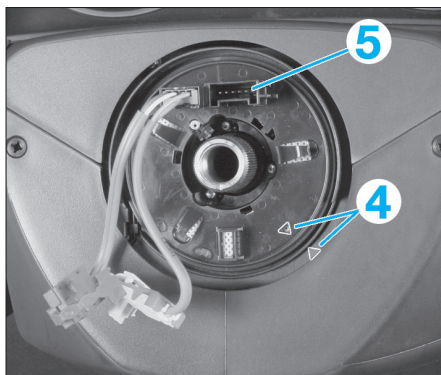

FIG. 4
- veiller à ce que les 2 repères (4) du contacteur tournant (5) soient toujours alignés (fig. 4).
- l'alignement des repères du boîtier de commande "CIM" (fig. 4).